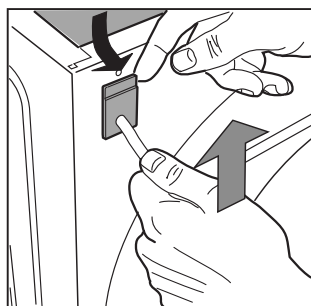

Fig. 5
4. Eloignez légèrement la partie supérieure du passe-fil du panneau arrière, tirez le câble d'alimentation vers le haut, sortez-le [fig. 5].